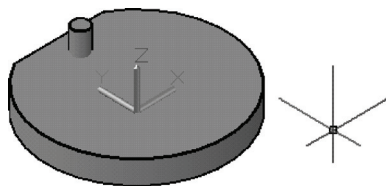

图 9-94 文件中的两个实体模型
1) 打开随书光盘“CH9”文件夹中的“BD_三维环形阵列.dwg”文件，文件中存在着两个实体模型，如图 9-94 所示。